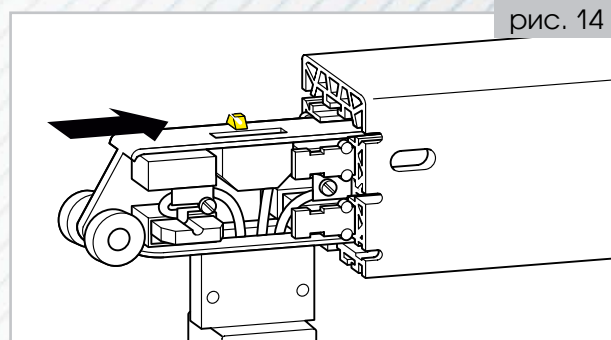

рис. 14
- Монтаж и демонтаж токосъемника проводится в конце шинпровода или в специальной секции для извлечения. Вставить токосъемник в торец шинпровода, контроль установки обеспечивает предохранительный стопор, также контролировать полярность токосъемника и шинпровода. **(рис.14)**